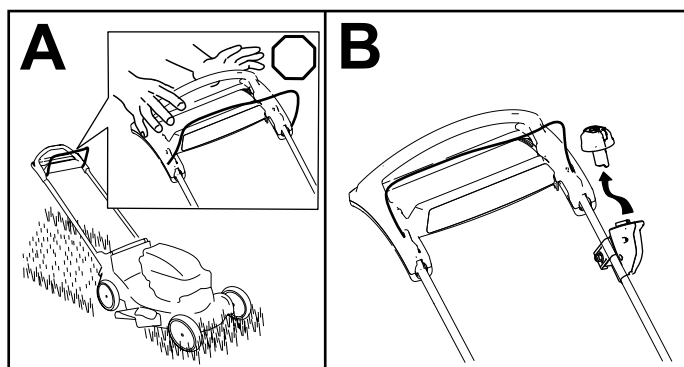

Figura 16
1. Suelte la barra de control de las cuchillas (Figura 16, A).
2. Retire el botón de arranque eléctrico del interruptor de arranque eléctrico (Figura 16, B).